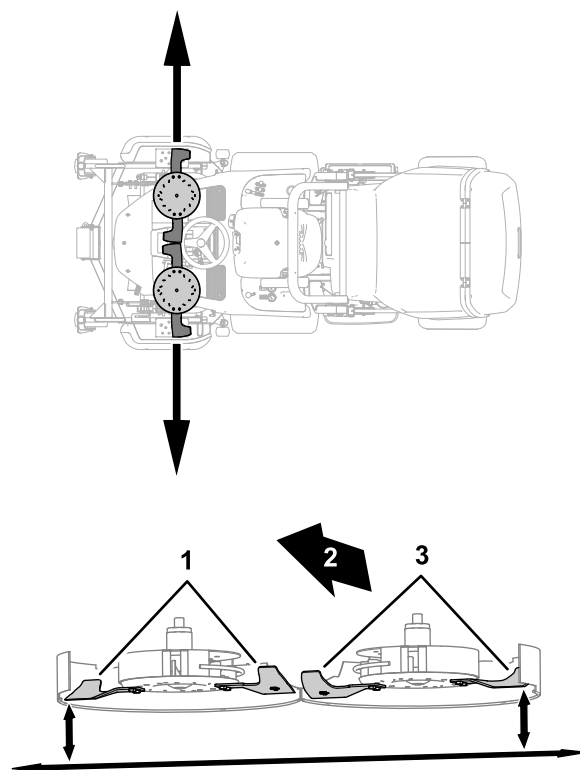

Bild 122
3. Stellen Sie ein seitliches Messer auf die äußerste Stellung (Bild 122).
4. Messen Sie den Abstand zwischen dem Boden und dem äußersten Punkt der Schnittkante des Messers mit einem Messklötz (Bild 122).
5. Fluchten Sie das Seitenmesser an der anderen Seite des Mähwerks mit der äußersten Stellung aus (Bild 122).
6. Messen Sie den Abstand zwischen dem Boden und dem äußersten Punkt der Schnittkante des Messers mit einem Messklotz (Bild 122).
8. Messen Sie den äußersten Punkt der Schnittmesserkanten (Bild 122).